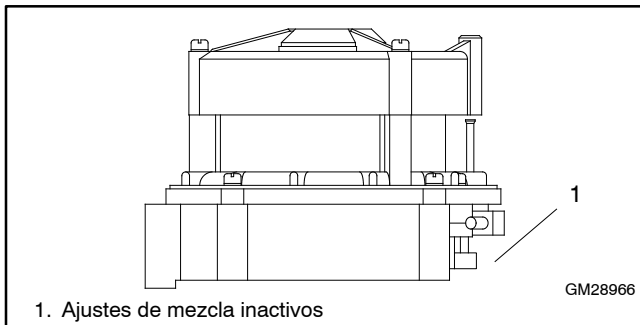

Figura 9-51 Estilo de mezclador de combustible de 100/125 kW con Nollf 475
- c. **Grupos electrógenos de 100/125 kW (con combustible único).** Tipos de mezcladores de gas Nollf N16-475-5A y N16-475-9A utilizados en motores del turbocargador de 100 kW GM 8.1 L y de 125 kW GM 8.1 L. Consulte la Figura 9-51. Este estilo de mezclador de gas no tiene un ajuste de mezcla de combustible.
- Ajustar el regulador de mezcla inactiva (Figura 9-51) para obtener una lectura de voltaje de sensor de oxígeno de sin-carga dentro de las especificaciones.
- h. Ajustar el regulador de mezcla inactiva (Figura 9-51) para obtener una lectura de voltaje de sensor de oxígeno sin carga dentro de las especificaciones. Consulte la Figura 9-44.